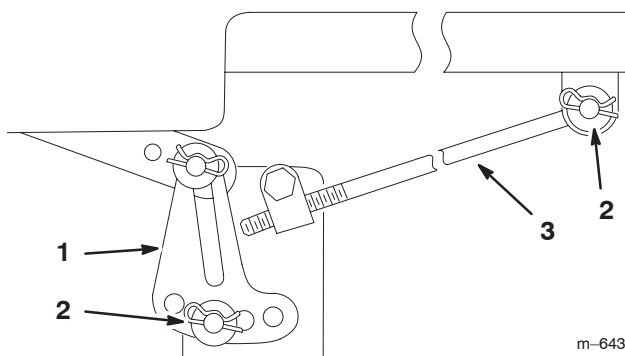

Figure 45
Remarque : Avant de déposer le plateau de coupe, notez les trous de fixation des pattes de mise à niveau (Fig. 45).
5. Retirez la goupille fendue et la rondelle de la tige de réglage (Fig. 45) de chaque côté du plateau de coupe.
6. Enlevez la goupille fendue et la rondelle des pattes de mise à niveau (Fig. 45) de chaque côté du plateau de coupe. Notez le trou de montage de la patte de mise à niveau en prévision de la repose. Dégagez les pattes de l'axe de montage.
- Fixez la tige de réglage avant à la machine à l'aide de la rondelle et de la goupille fendue (Fig. 45) de chaque côté du plateau de coupe.
- Glissez les pattes de mise à niveau sur les axes de montage et fixez-les à l'aide des rondelles et des goupilles fendues (Fig. 45).